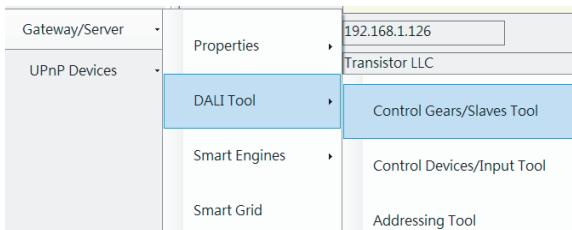
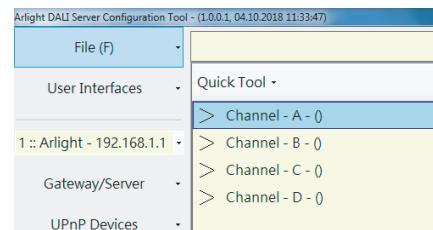

Рис. 6.
Рис. 7
6. Для того, чтобы просканировать шины DALI и обнаружить подключенные исполнительные устройства нажмите Gateway/Server -> DALI Tool -> Control Gears/Slaves Tool [Рис. 6]. В окне появится список шин DALI Channel A ... Channel D. [Рис. 7]